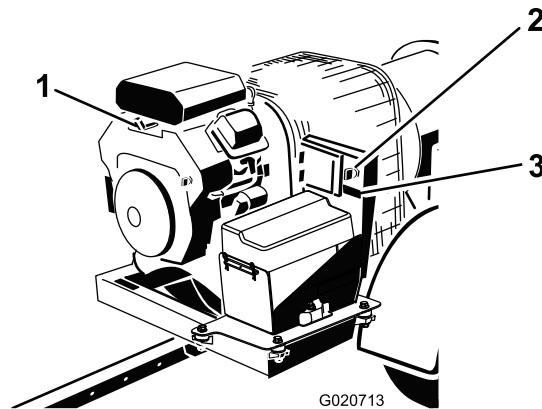

Figura 10
3. Rode a chave da ignição para a posição “START” (arranque) e solte-a rapidamente para a posição “ON” (ligar). Figura 10 Isto desperta o receptor.
4. Se abandonar a máquina, rode a chave do motor para a posição OFF (desligar) e retire-a do interruptor (Figura 10).